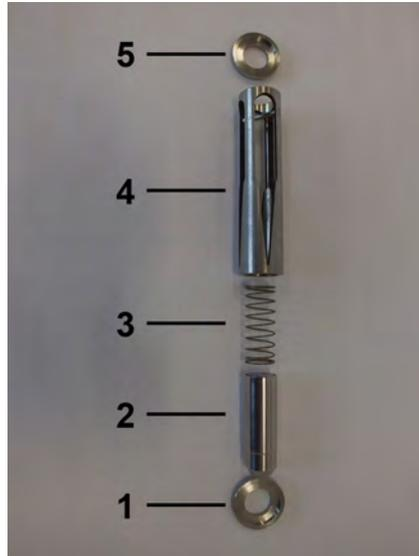

Abb. 47: Innenteile DUM/A
10. Zentrierscheibe (Eingang) (Abb. 47/1), Schwebekörper (Abb. 47/2), Feder (Abb. 47/3), Schlitzdüse (Abb. 47/4) und Zentrierscheibe (Ausgang) (Abb. 47/5) als Innenteile des Strömungswächters
6. ▶ Zentrierscheibe (Eingang) (Abb. 47/1), Schwebekörper (Abb. 47/2), Feder (Abb. 47/3), Schlitzdüse (Abb. 47/4) und Zentrierscheibe (Ausgang) (Abb. 47/5) als Innenteile des Strömungswächters